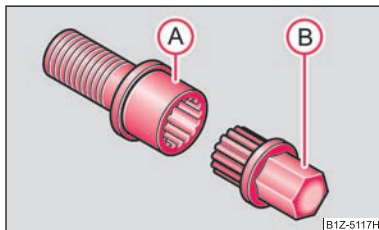

Fig. 181 Imagine: Șurub de siguranță cu adaptor
- Introduceți adaptorul (B) cu partea zătată până la limită pe interiorul zătat al șurubului de siguranță (A), astfel încât să se mai vadă numai partea hexagonală ⇒ fig. 181.
- Împingeți cheia de roată până la capăt, pe adaptor (B).